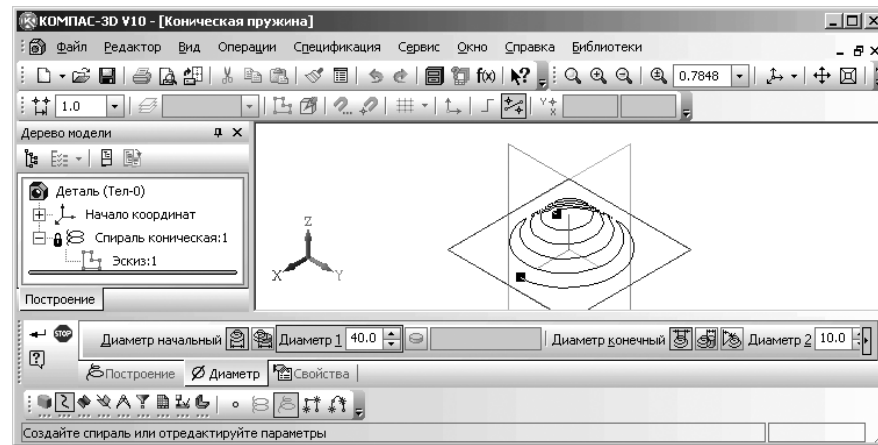

Рис. 3.99. Визуализация характерных точек конической спирали при открытой вкладке **Диаметр** на **Панели свойств: Коническая пружина**
- щелкните на **Панели свойств: Коническая пружина** по вкладке **Диаметр**. Появится фантом спирали с двумя характерными точками (рис. 3.99).
- переместите указатель мыши на нижнюю характерную точку пружины (см. рис. 3.99). После того, как точка будет выделена и рядом с ней появится надпись в нашем примере **Диаметр 1 = 40**, содержащая имя и значение параметра, нажмите левую кнопку мыши;